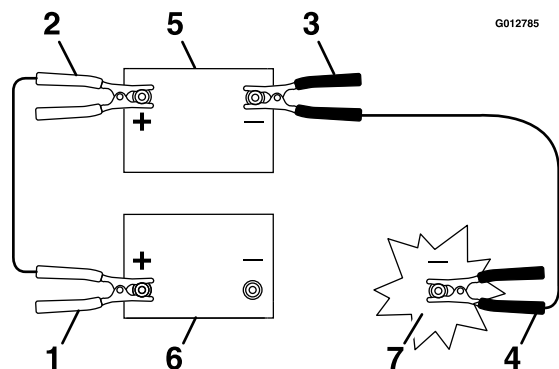

Рисунок 62
5. Подсоедините положительный (+) кабель к положительной (+) клемме разряженной аккумуляторной батареи, которая соединена со стартером или электромагнитом, как показано на Рисунок 62.